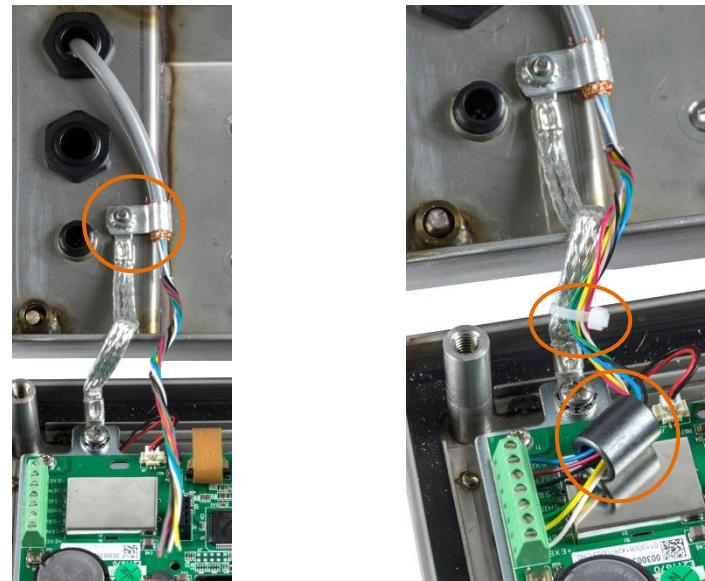

Figura 2-32: Instalación de la ferrita del cable de la celda de carga analógica y conexión a tierra del chasis, IND236
5. Conecte la pinza de conexión a tierra en la caja con el tornillo de fijación de la bisagra de la caja, como se muestra en la Figura 2-32 (izquierda).